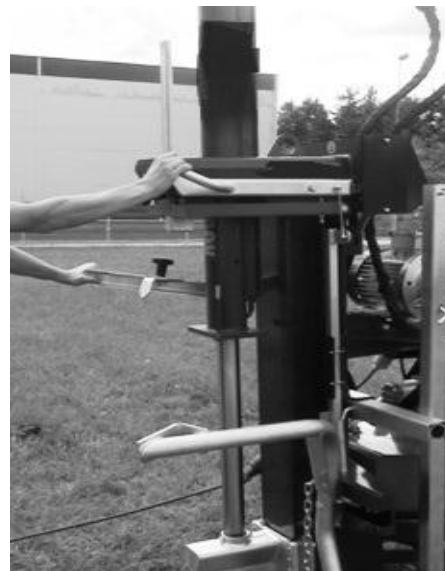
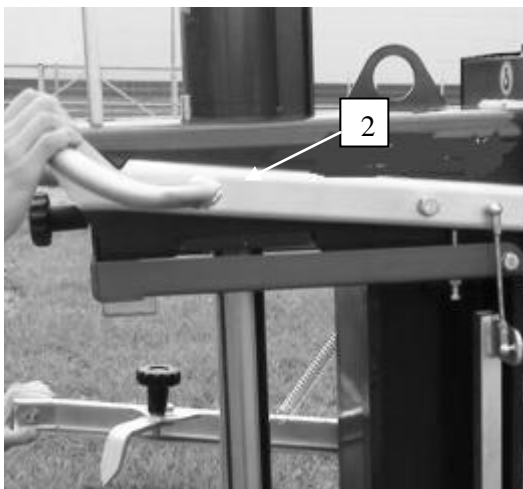

Bild 9
Bild 10
- Den Hub des Schubzylinders nach unten einschalten (Bild 9), was einen Hub des Zylinders nach oben verursacht, bis die Schrauben (2) aus der Einspannkonsole herausragen (Bild 10).